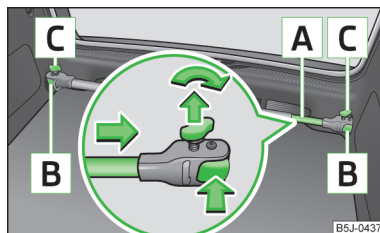

Abb. 72 Querträger einbauen
- Die Sicherungsschrauben **C** » Abb. 72 lösen und etwas herausziehen, dadurch werden die Halterungen **B** entriegelt.